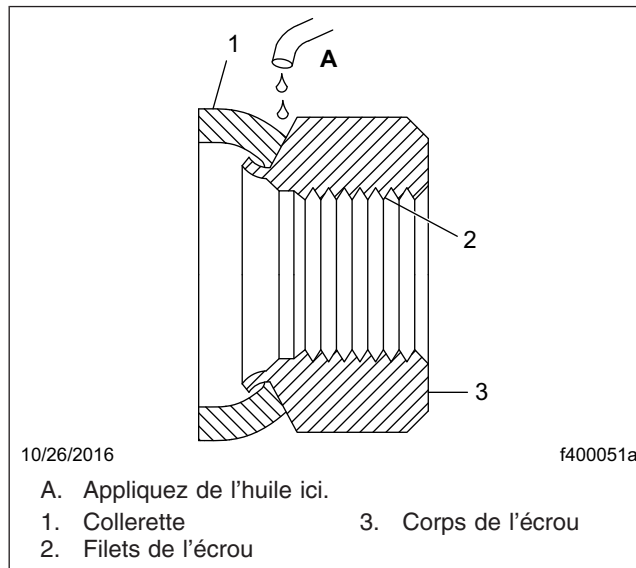

Fig. 15, Écrou à embase en deux parties
- Appliquez quelques gouttes d'huile moteur légère sur les goujons de roue et dans la zone entre le corps et la collerette de chaque écrou, et le sur l'anneau de centrage du moyeu. Nettoyez tout excès d'huile. Reportez-vous à la **Figure 15** pour la lubrification des écrous à embase en deux parties.